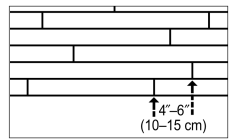

Figura 3
- Es importante alternar los extremos de los tablones en hileras contiguas a un mínimo de 4-6" (10-15 cm) siempre que sea posible (Figura 3). Esto ayudará a garantizar un aspecto general más favorable del piso.